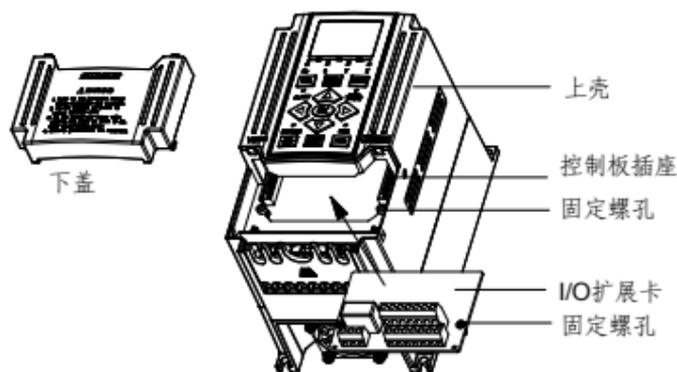

图 2 I/O 扩展卡 IOV-A103 拆卸安装示意图
- ① 取下变频器下盖，将扩展卡按如图示方向，以一定倾斜角度将扩展卡放置于箭头指定位置（见图 2）。
- ② 将扩展卡背面端子对准控制板插座，下按直至扩展卡与控制板插座接触良好；
- ③ 确认扩展卡两侧的螺孔对齐后，锁紧 2 个 M3 螺钉。